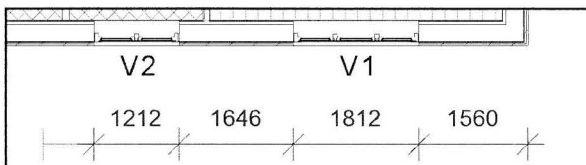

Fig. 12.05. Klik et sted hvor musen ikke rammer noget, for at placere målkæden.
- For at placere målkæden, trækkes målkæden til den ønskede placering og derefter klikkes et sted på tegningen, hvor musen ikke rammet noget (Fig. 12.05).